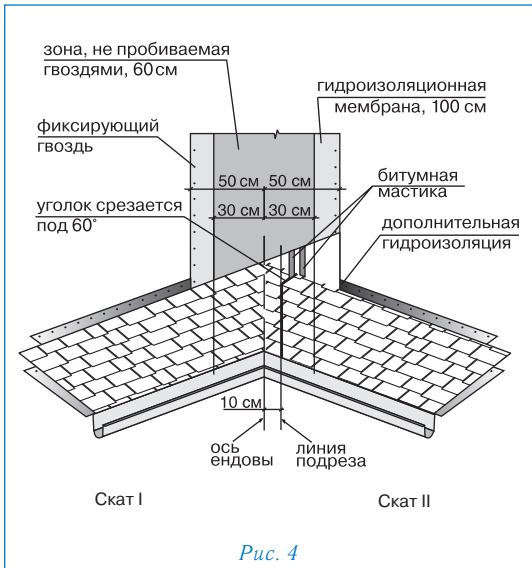

Рис. 4
Ендова (рис. 4)
- лист, подходящий к ендове со ската II, должен доходить до линии подрезки и обрезаться по ней. Верхний уголок обрезанного края листа подрезается под углом 60° (5 3 см — рис. 4);